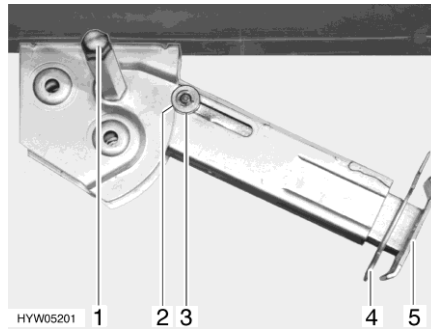

Fig. 27 Piedino di stazionamento
- Inserire la chiave a tubo nell'esagonale (Fig. 27,1) e ruotare fino a quando il piedino di stazionamento non si trova in posizione verticale verso il basso.
- Estrarre la copiglia (Fig. 27,4) dal prolungamento dell'estremità del piedino (Fig. 27,5).
- Inserire la chiave a tubo nell'esagonale (Fig. 27,1) e ruotare fino a quando il piedino di stazionamento non si stacca dal terreno.
- Spingere completamente all'interno il prolungamento dell'estremità del piedino (Fig. 27,5) e inserire la copiglia (Fig. 27,4) nel foro apposito.
- Ruotare la chiave a tubo nell'esagonale (Fig. 27,1), fino a quando il piedino di stazionamento non è sollevato verso l'alto e la guida (Fig. 27,3) è rientrata totalmente nell'intaglio (Fig. 27,2).